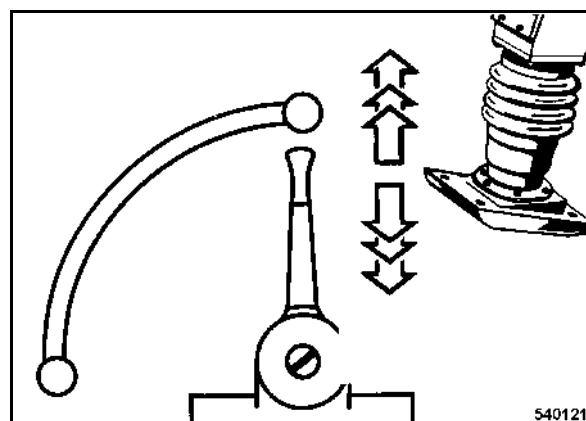

fig. 18
- Positionner la manette de réglage du régime (fig. 18) sur position "MAX".